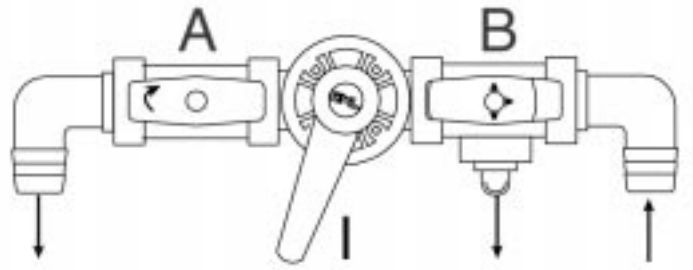

Fig. 5
4.Опорожните установку и промойте ее чистой водой: поверните реверсивный кран в сторону двухходового крана (А), оставьте двухходовой кран открытым и установите трехходовой кран (В) как показано на рис.5